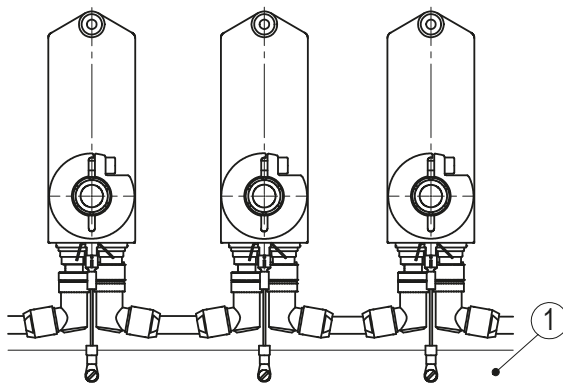

Abb. 11: PE-Schiene
Zum Schutz vor Störungen müssen die Schirme der Signalleitungen und Netzleitung beidseitig angeschlossen werden. Potentialunterschiede führen zu unzulässigen Strömen auf dem Schirm. Den PE Anschluss ① zwischen den Anschlusssteckern auf das Schutzleiterpotential legen (siehe Abb. 4 oder Abb. 6). Verwenden Sie dazu 6.3 mm Flachstecker mit kurzer Litze 2.5 ... 4 mm² (nicht im Lieferumfang). Bei mehreren Stellantrieben wird empfohlen die Erdung auf eine PE-Schiene ① anzuschließen (siehe Abb. 11).